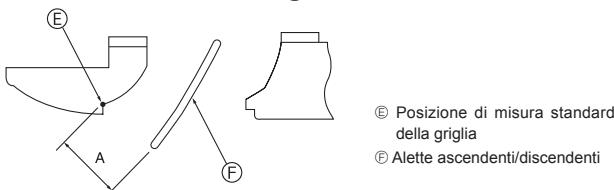

Fig. 5-10
- ③ Per regolare la direzione del flusso d'aria, spostare lentamente le alette ascendenti/descendenti entro la gamma specificata. (Fig. 5-10)